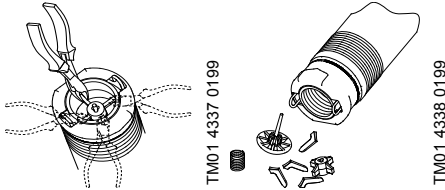

Abb. 7
1. Die Beine der Ventilfehrung mit einer Kombizange oder einem ähnlichen Werkzeug abschneiden, siehe Abb. 7.